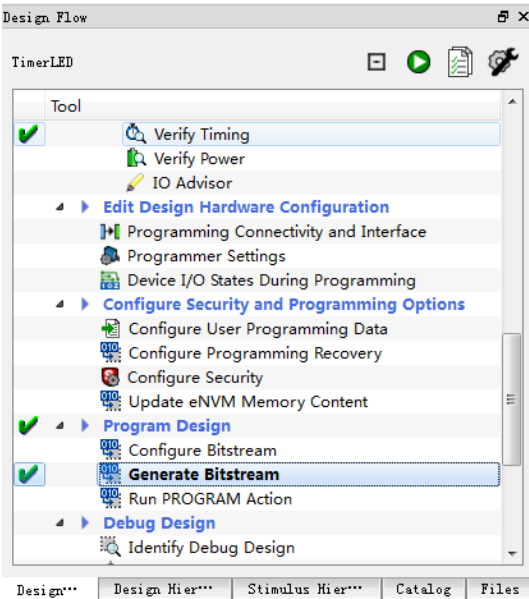

图 6.17 下载工程
- (1) 最后连接开发板和 FlashPro4（注意 P3 拨码开发位置拨至左侧），双击“Run Program Action”，下载工程，如图 6.17 所示，等待下载完成。